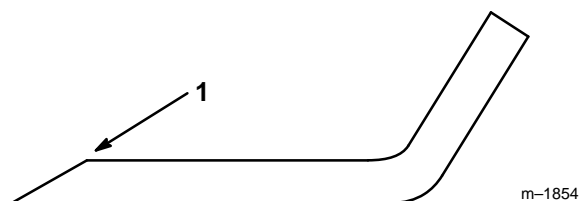

**Figure 60**
1. Monter la lame sur le porte-lame et fixer l'ensemble à l'aide du boulon de porte-lame, de l'entretoise et de la rondelle (Fig. 60).
2. Monter les boulons de lame et leurs écrous (Fig. 60).